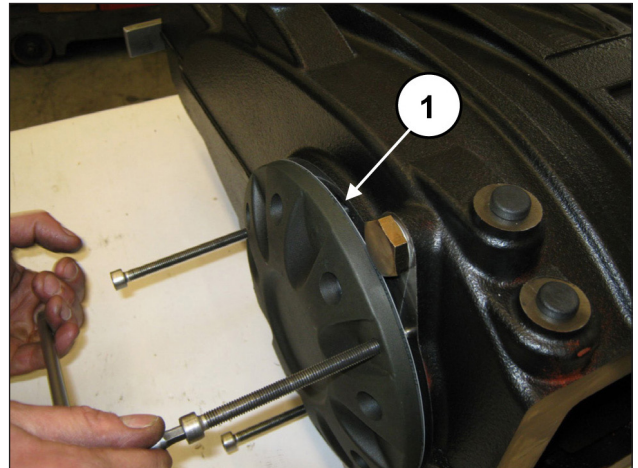
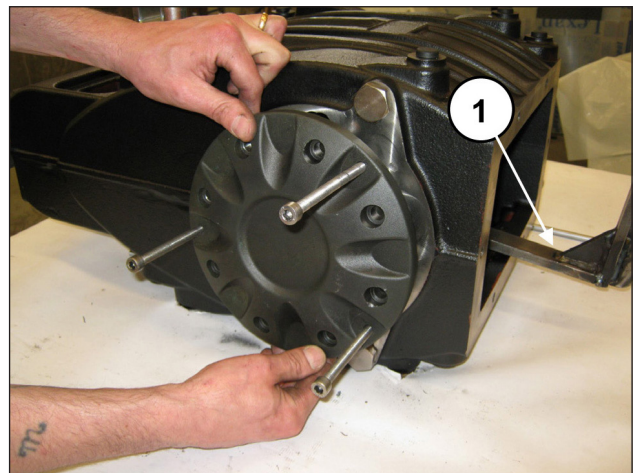

Abb. 29
Abb. 30
Drehen Sie schrittweise die 3 Schrauben M8 fest (Pos. ①, Abb. 29) um ein übermäßiges Anwinkeln und das Festsitzen des Deckels zu vermeiden. Entfernen Sie den Lagerdeckel und stützen Sie dabei die Welle ab (Pos. ①, Abb. 30).